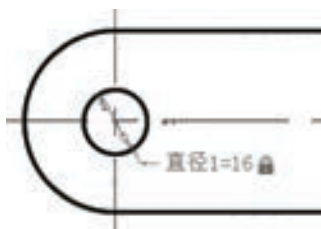

图 11-27 直径标注约束
5) 创建直径标注约束。单击“直径标注约束”按钮，选择圆并指定尺寸线位置，接受默认的表达式（值）并按〈Enter〉键，从而完成图 11-27 所示的直径标注约束。